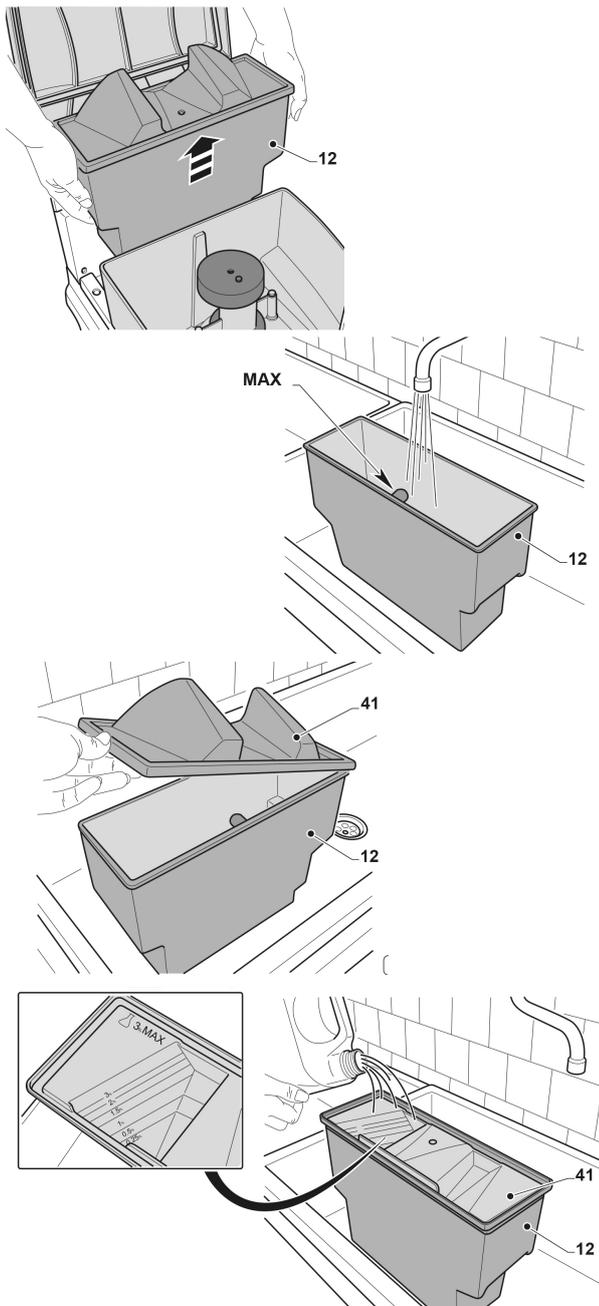

Abb. 18: Befüllen des abmontierten Tanks
Schritt 1: Heben Sie den Tank (Pos.12, Abb. 18) an und nehmen Sie ihn aus der Maschine.
Schritt 2: Stellen Sie den Tank in ein Waschbecken und entfernen Sie den Deckel (Pos. 41, Abb. 18).
Schritt 4: Legen Sie den Deckel (Pos. 41, Abb. 18) mit dem Deckel nach unten auf den Tank (Pos. 12, Abb. 18) und schütten Sie Flüssigreiniger in den Deckel (Pos. 41, Abb. 18); um die Dosierung zu erleichtern, ist der Deckel innen mit einer gradierten Zeichnung versehen, die für die jeweilige Wassermenge im Tank die Reinigungsmittelmenge in % angibt.
Schritt 5: Drehen Sie den Deckel (Pos. 4, Abb. 18), legen Sie ihn über den Tank (Pos. 12, Abb. 18) und schütten Sie Flüssigreiniger in den Tank.